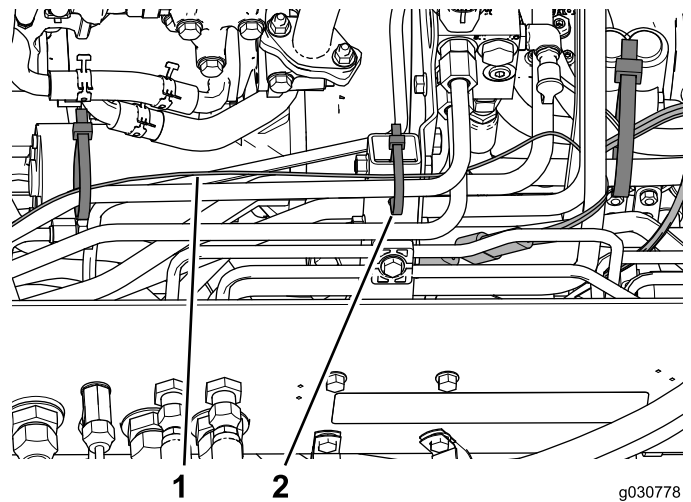
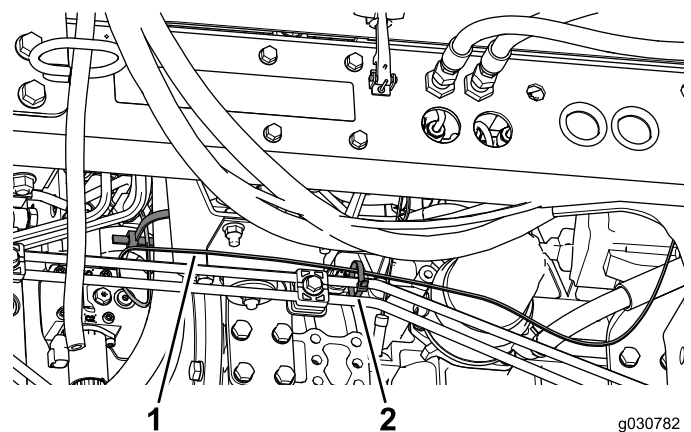

図 49
図 50
5. ケーブルタイを使用して、図 49 および 図 50 に示すようにワイヤハーネスを油圧ホースと油圧ラインに固定する。